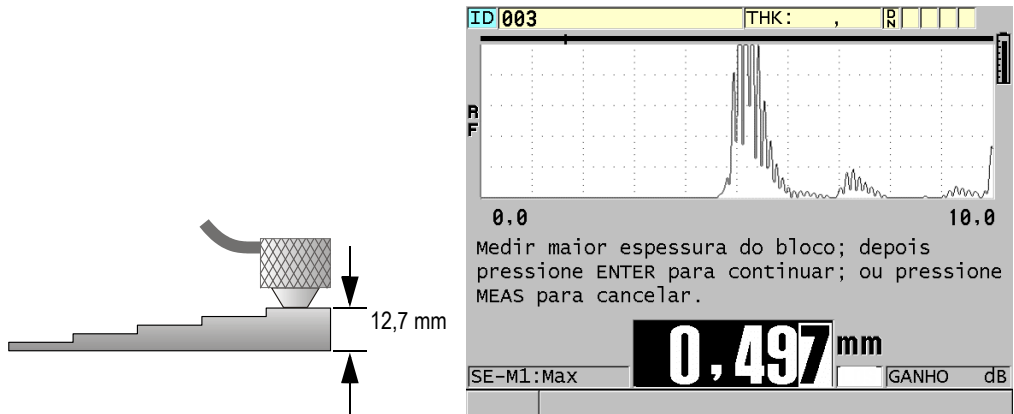

Figura 5-4 Realizar calibração da velocidade do som em um bloco de teste de cinco degraus
1. Para realizar a calibração da velocidade do som no material (veja Figura 5-4 na página 76):